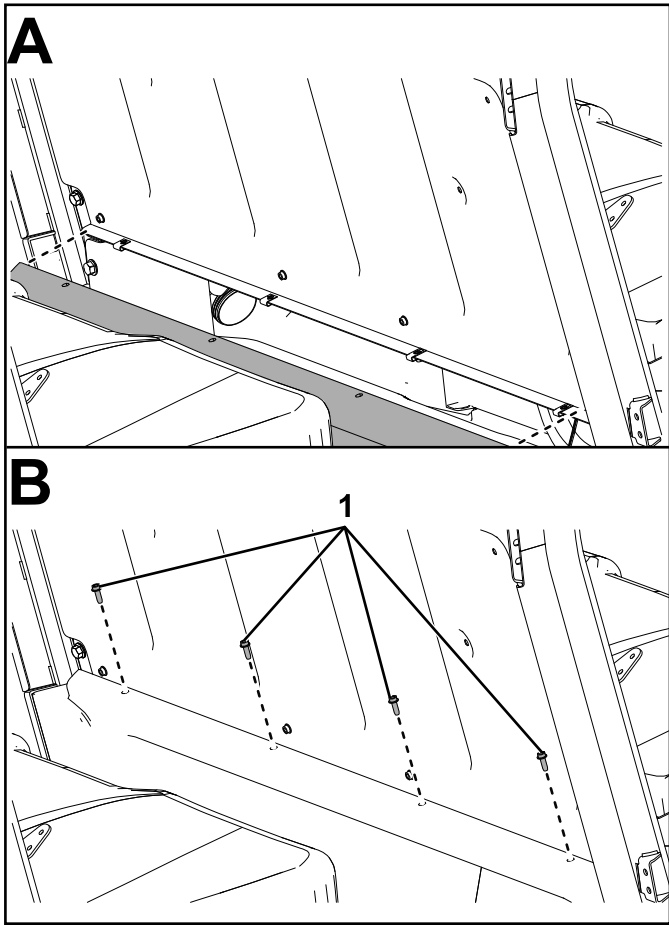

Figura 50
23. Fissate il pannello sedili mediano al pozzetto piedi e ai 4 serraggi ($\frac{1}{4}$ ") utilizzando 4 bulloni a testa esagonale con rondella ($\frac{1}{4}$ " x $\frac{3}{4}$ ") come illustrato nella Figura 50.